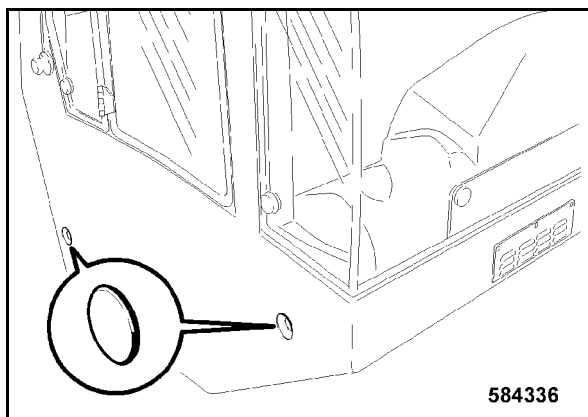

Fig. 211
- Tapar todos los puntos laterales de unión rosca con tapas de plástico 1 (Fig. 211).